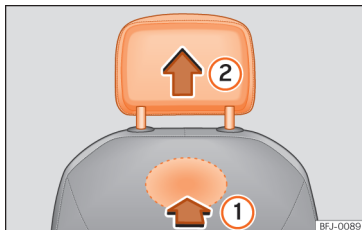

Fig. 106 Encosto de cabeça dianteiro: desmontagem.
- Para desbloqueá-lo, procure o entalhe situado na parte traseira do encosto na zona marcada e pressione no sentido da seta » » Fig. 106 ①.
- Retire o encosto de cabeça no sentido da seta ②.